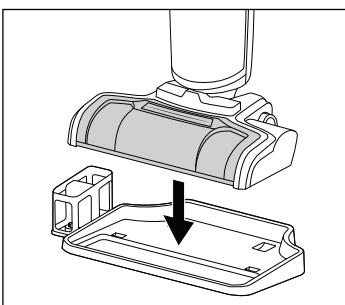

Fig. 45
- ♦ Bær altid produktet i bærehåndtaget ⑬.
- ♦ Stil produktet på bakken til frastilling ④ i parkerings- og rengøringsstationen (se fig. 45).